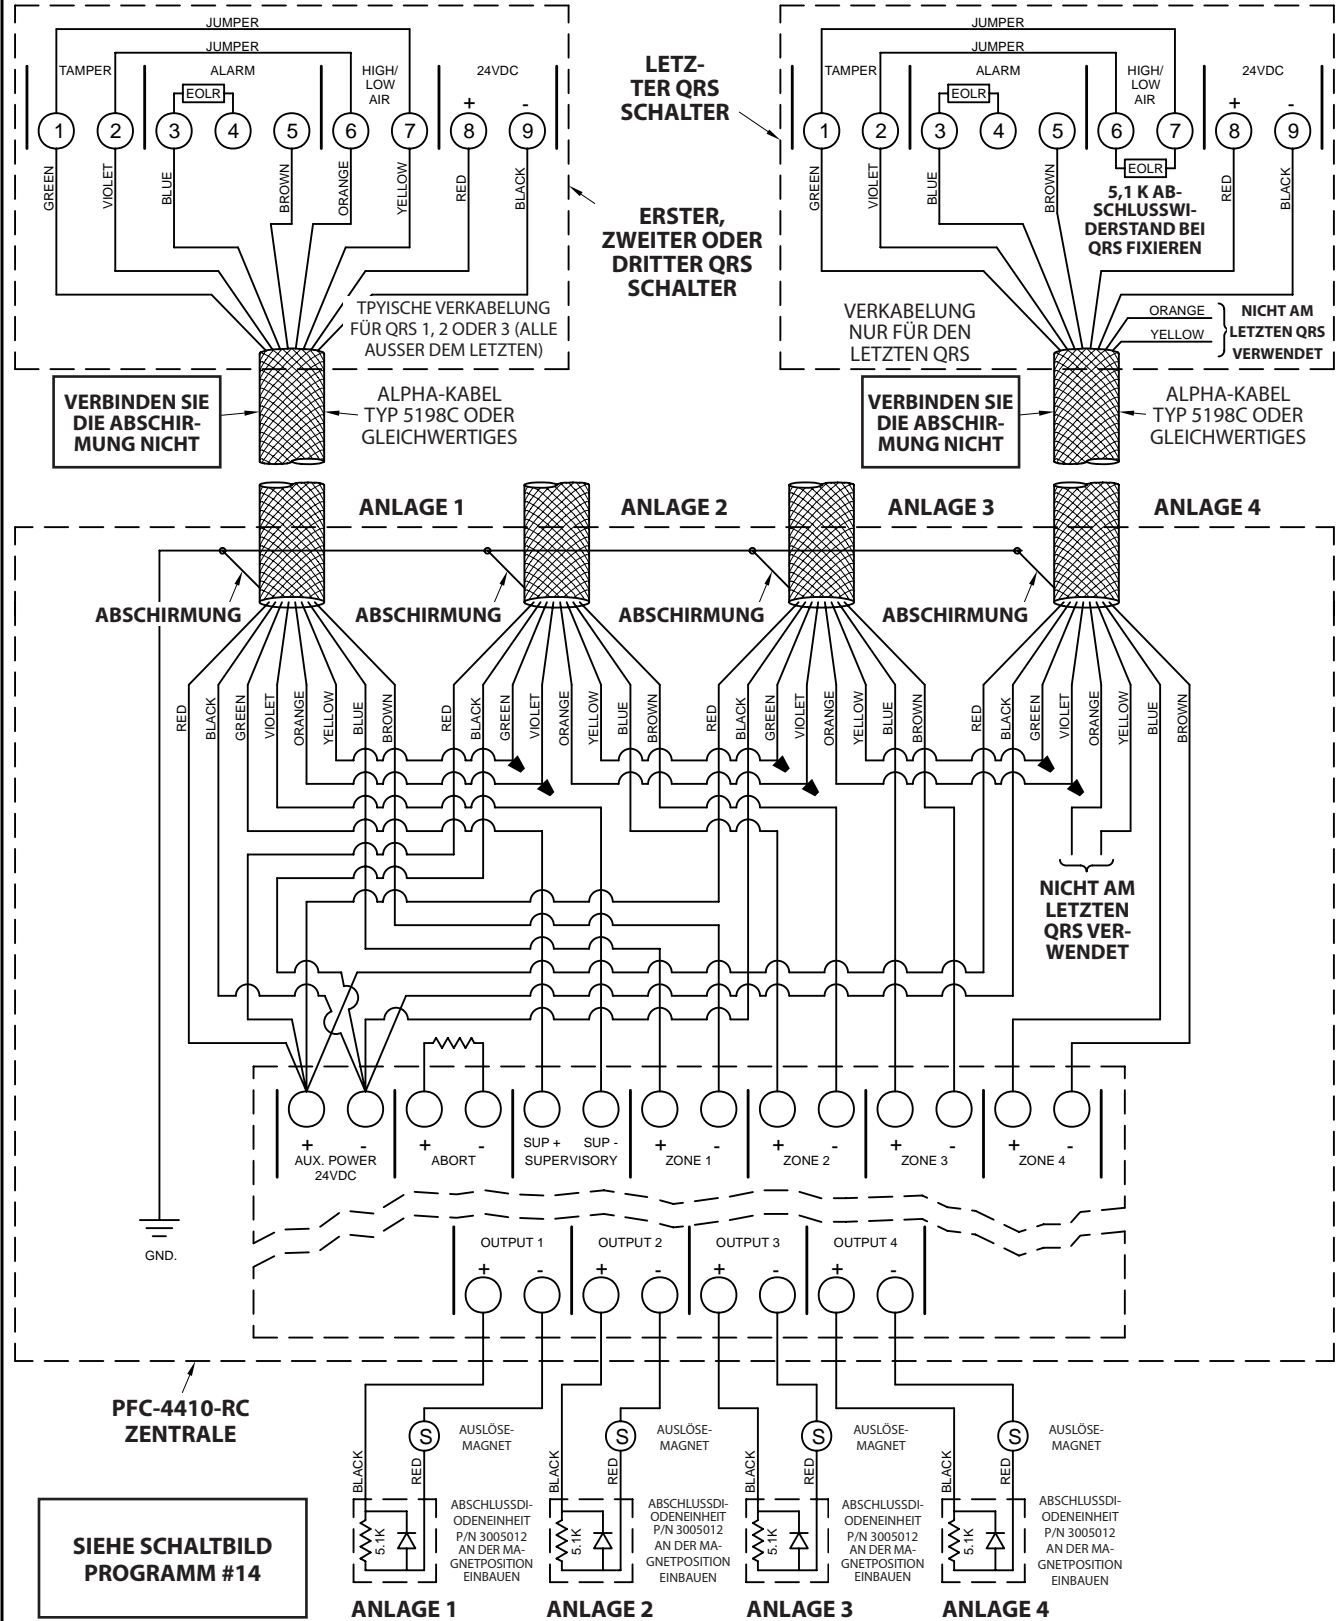
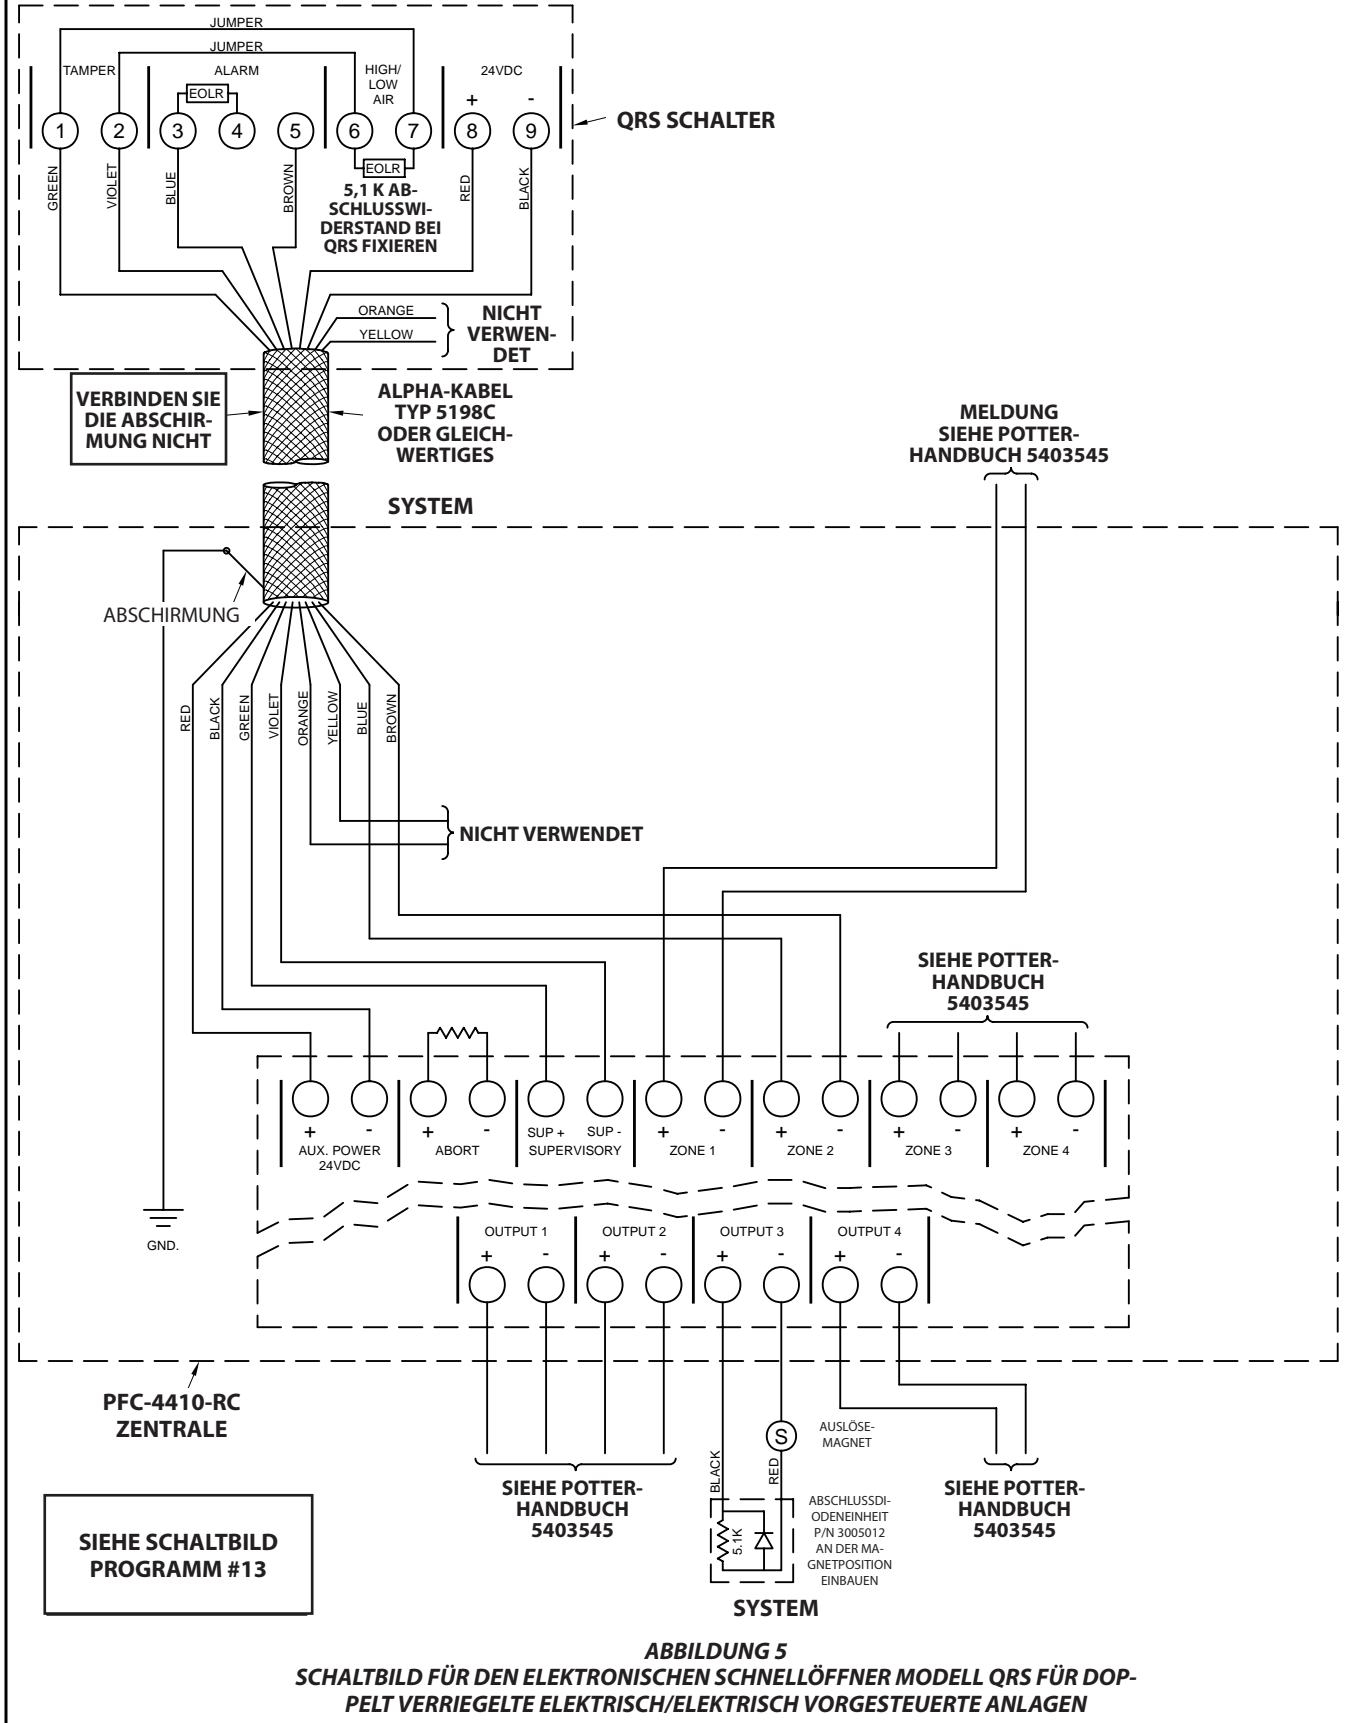

ABBILDUNG 4
ABBILDUNG 5
Schritt 3. Der QRS Schnellauslöseschalter, das Magnetventil und die Auslösezentrale müssen gemäß Abbildung 4 oder 5 entsprechend verkabelt werden. Für alle elektrischen Verbindungen müssen die Anforderungen von NFPA 72 eingehalten werden.
Abbildung 4 bietet die Kabelverbindungen für Trockenanlagen mittels PFC-4410-RC Standard Programm #14.
Abbildung 5 bietet die Kabelverbindungen für eine doppelt verriegelte elektrisch/elektrisch vorgesteuerte Anlage mittels PFC-4410-RC Standard Programm #13.
Im Falle der Abbildung 4 befindet sich der Abschlusswiderstand für den Überwachungskreislauf im letzten QRS Schnellauslöseschalter. Im Fall der Abbildung 5 befindet sich der Abschlusswiderstand für die Überwachungsmeldergruppe beim QRS und die orangefarbenen und gelben Drähte werden nicht verwendet. Alle Überwachungsschalter an Absperrarmaturen, die für doppelt verriegelte, vorgesteuerte Anlagen benötigt werden, sollten mit Meldergruppe 3 der PFC-